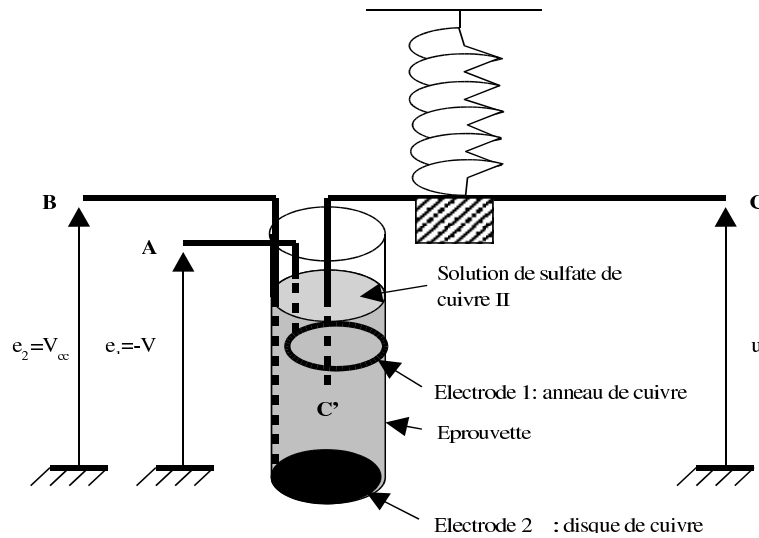

FIG. 6.1 – Schéma de l'oscillateur vertical et du capteur de position associé .
On considère le montage décrit sur la figure 6.1, pour lequel l'alimentation double utilisée est telle que $V_{cc} = 15V$, la masse m du pendule élastique comprend celle de la masse marquée et celle de la tige constituant le curseur (on considère comme négligeable l'incidence de la masse du ressort). Les bornes C et masse seront reliées à un voltmètre de la console d'acquisition ESAO4.
- Réaliser le montage de la figure 6.1.